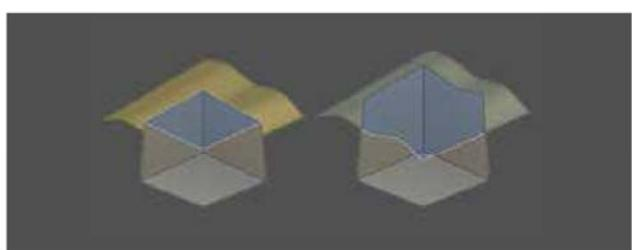

图 2-74
(9) **替换面:** 使用其他面替换一个或多个零件面。新面必须与零件面相交。选择要移除的面，然后选择新面，如图 2-74 所示。